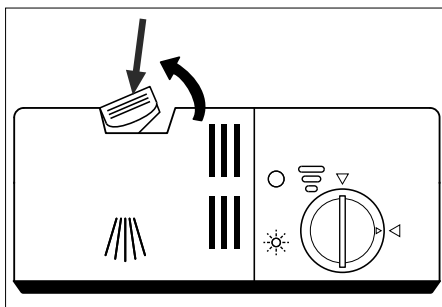

Abb. 12
- ▶ Falls der Deckel des Reinigerbehälters (3/4) geschlossen ist, schieben Sie den Entriegelungshebel nach hinten (siehe **Abb. 12**). Der Deckel (7) öffnet sich.